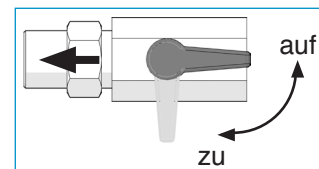

Abb. 1 Druckluftabsperrhahn „AUF“
- Öffnen ⇒ in Strömungsrichtung stellen, s. Abb. 1